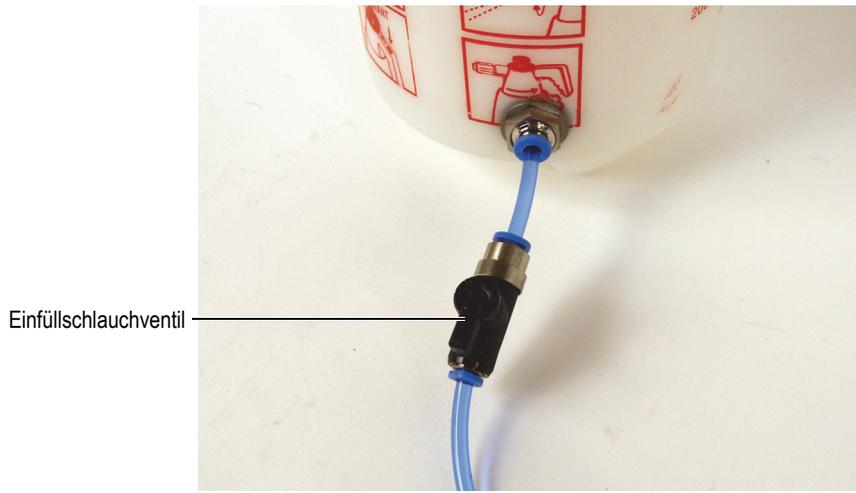
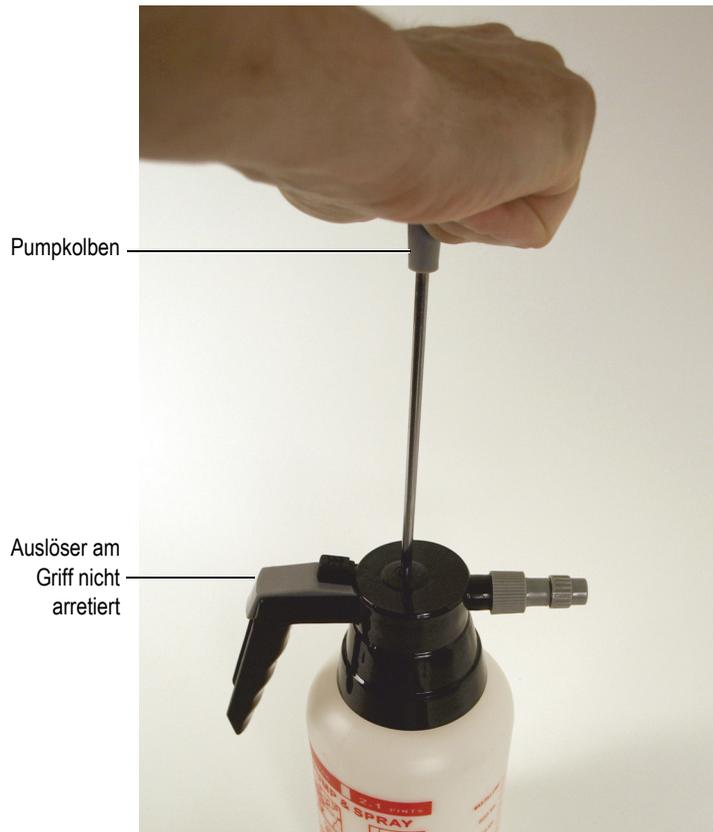

Abbildung 3-3 Geöffnetes Einfüllschlauchventil
Abbildung 3-4 Pumpkolben der Handwasserpumpe
3. Öffnen Sie das Ventil des Wasserschlauchs der Handwasserpumpe (Abbildung 3-3 auf Seite 48). Vergewissern Sie sich, dass der Auslöser am Griff der Handwasserpumpe nicht arretiert ist (Abbildung 3-4 auf Seite 49).
4. Betätigen Sie die Handwasserpumpe, um die Wasserkammer der Akustikrolle mit Flüssigkeit zu füllen (Abbildung 3-4 auf Seite 49).